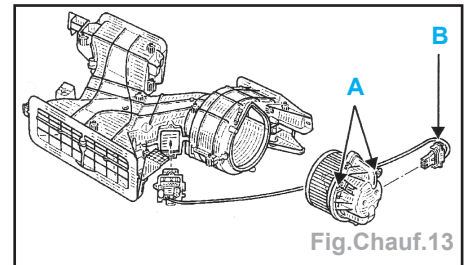

Fig.Chauf.13
- Déboîter puis faire une légère rotation du boîtier afin de pouvoir débrancher la connexion d'alimentation (B) (Fig.Chauf.13).